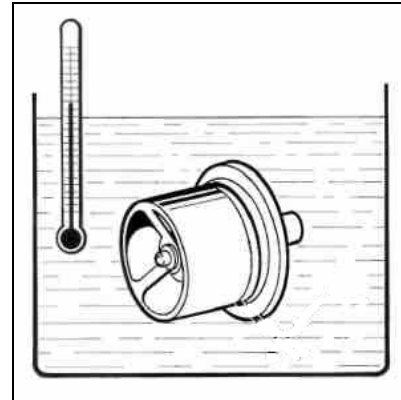

Рис. 3.25 – Проверка термостата
3.8.3.2 Контроль термостатов (рис. 3.25):